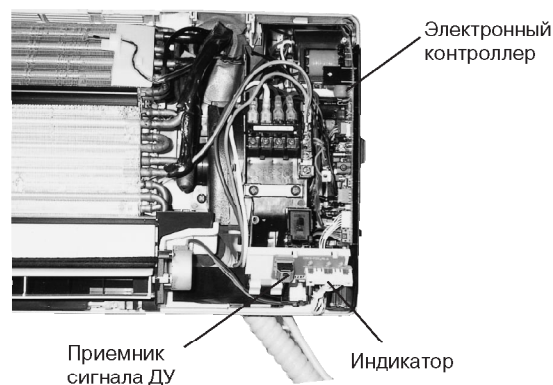

Рис. 1
1. Для получения доступа к электронному контроллеру, приемнику сигнала ДУ и индикатору снимите переднюю решетку и крышку панели управления, как показано на рис. 1.